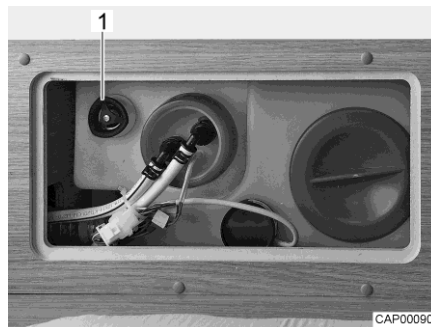

Fig. 96 Réservoir d'eau avec poignée tournante
- Faire tourner la poignée tournante (Fig. 96,1) du réservoir d'eau à fond dans le sens inverse des aiguilles d'une montre au-delà de la résistance pour ouvrir entièrement l'ouverture d'écoulement.